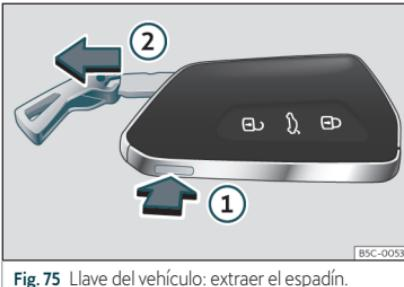

Fig. 75 Llave del vehículo: extraer el espadín.
- Si pulsa una vez el botón **»» fig. 75 ①** se desbloquea el espadín y aparece una argolla a modo de llavero.
- Mantenga pulsado el botón **①** y al mismo tiempo tire de la argolla en la dirección de la
flecha **»» fig. 75 ②** para extraer completamente el espadín.